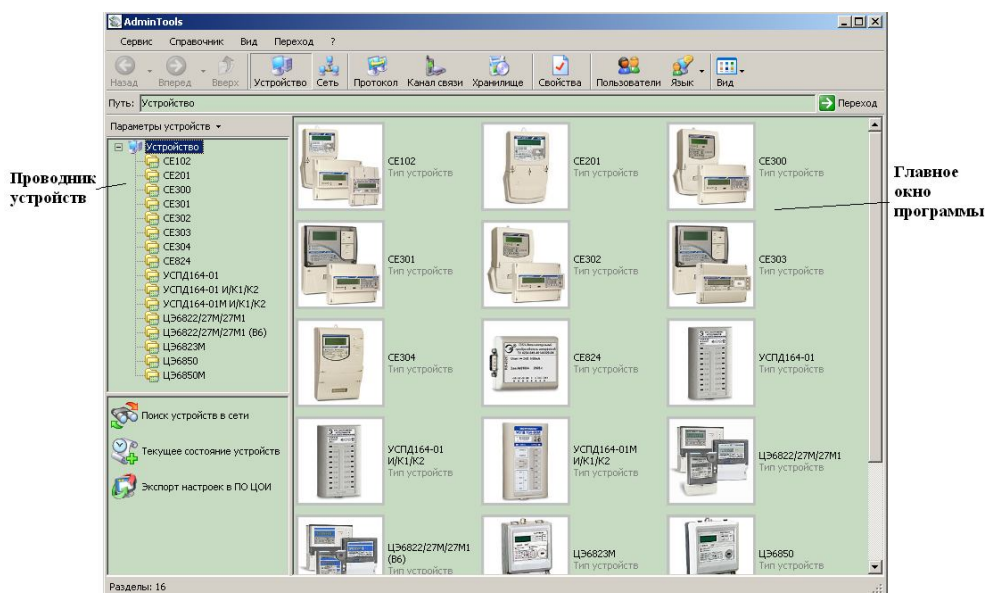

Рисунок 4.1 – Вид окна программы для выбора типа счётчика
4.1 Нажмите кнопку «Устройства» на панели инструментов. Выберите тип устройства «CE303» («CE301») в проводнике устройств находящемся в левом верхнем углу одним нажатием левой кнопки мыши или в главном окне программы двойным нажатием кнопки мыши (рисунок 4.1).